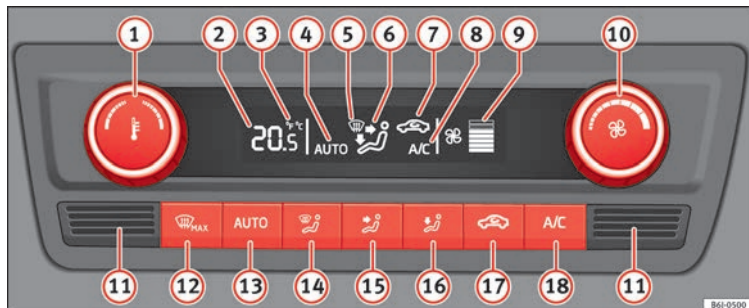

Fig. 170 Climatronic : éléments de commande.
- **A/C** **18** » » fig. 170 allumé.
Quand vous appuyez sur une touche, vous activez la fonction correspondante, allumant le climatiseur s'il était éteint, sauf avec la touche **17** » » fig. 170 (recyclage de l'air).
- Tournez la commande **10** vers la gauche jusqu'à l'extinction des segments de la colonne **9** » » fig. 170.
- Appuyez sur la touche **AUTO** **13** » » fig. 170.
Maintenez enfoncées simultanément pendant **2 secondes** les touches **AUTO** et **A/C** » » fig. 170. Les données apparaissent à l'écran dans les unités souhaitées.
- Le capteur de température intérieure **11** » » fig. 170 se trouve dans la partie inférieure. Ne le recouvrez pas d'adhésif ou autre, cela pourrait nuire au bon fonctionnement du Climatronic.
- Appuyez sur la touche **AUTO** **13** » » fig. 170, **AUTO** s'affiche à l'écran.
- En mettant le contact d'allumage, il est possible d'utiliser la commande **1** » » fig. 170 pour régler la température intérieure souhaitée.
• Appuyez sur la touche  (17) » fig. 170, le symbole  s'affiche à l'écran.
• Appuyez sur la touche  (17) » fig. 170, le symbole  disparaît de l'écran.
• Tournez la commande (10) » fig. 170 vers la gauche (pour réduire la vitesse) ou vers la droite (pour augmenter la vitesse).
• Appuyez sur la touche  (12) » fig. 170.
• Appuyez plusieurs fois sur la touche  (12) » fig. 170, ou appuyez sur la touche .